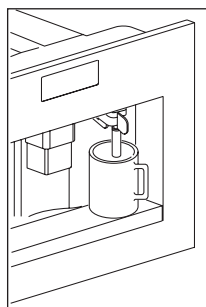

Fig. 12
- ▶ Coloque una taza bajo el surtidor de agua caliente (Fig. 12). Si el surtidor de agua caliente no está colocado, el aparato muestra INSERT WATER SPOUT (Introducir surtidor de agua).